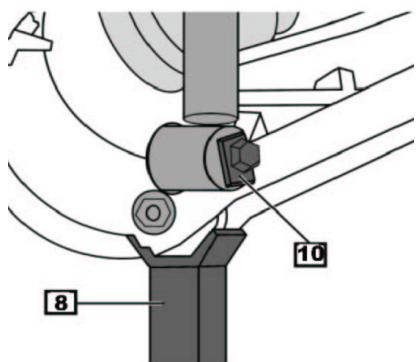

Fig. 6
- **Fig. 6** Querlenker mit Wagenheber abstützen.
- **Fig. 6** Support track control arm on jack.
- **Fig. 6** Soutenir le bras transversal con un cric.